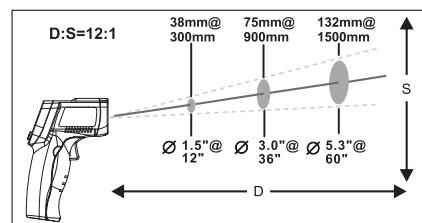

图1
1、使用本机测量温度时，要注意考虑距离与测量区域大小之间的比率（简称物距比）。当本机与被测物体的距离增大时，测量区域也会相应增大。本测温仪物距比为12:1（如图1）